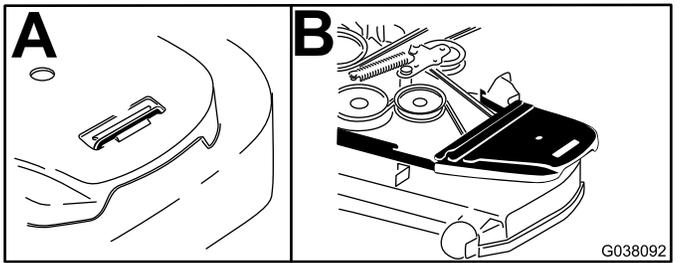

Figura 21
2. Retire la cubierta de la correa de la derecha (Figura 21).